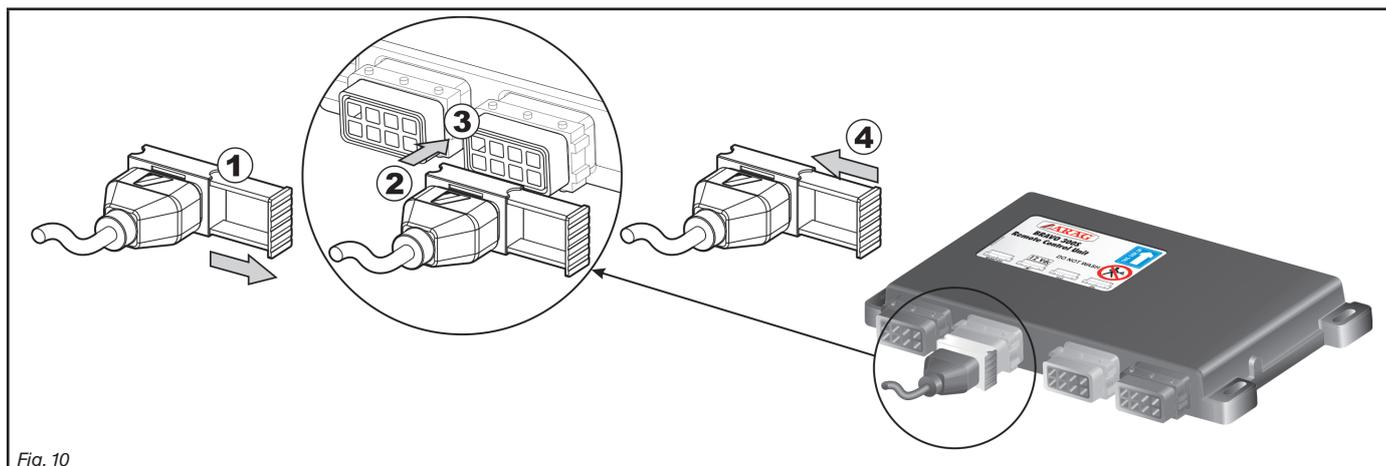

Fig. 10
- Aprite la slitta del connettore (1, Fig. 10).
- Posizionate il connettore (2) inserendolo sulla presa (3) quindi premete: **fate attenzione, durante l'inserimento, a non piegare i contatti elettrici.**
- Chiudete la slitta (4) fino al completo serraggio.